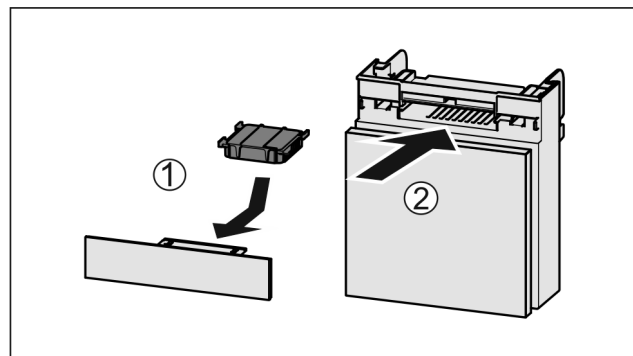

Fig. 177
- ▶ Filtr s aktivním uhlím vložte podle vyobrazení Fig. 177 (1).
- ▶ Zásuvku zasuňte Fig. 177 (2).